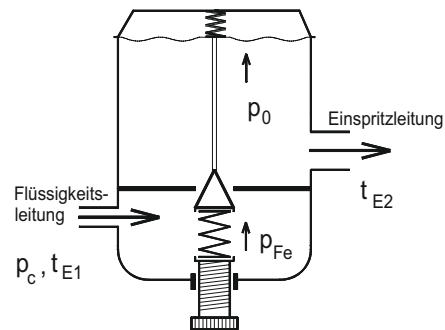

Abb. 1.2 Automatisches Expansionsventil (AEV)
7. Abbildung 1.2 zeigt ein *Automatisches Expansionsventil (AEV)*. Welche Betriebskenngröße wird durch ein AEV geregelt? Wie verhält es sich bei Betrieb (Anlage läuft), wie im Stillstand?